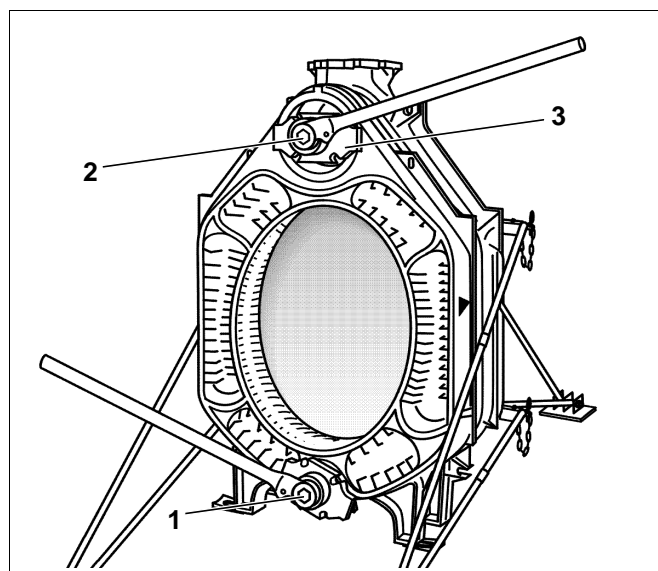

Fig. 16 Utilizzo degli strettoi di montaggio
Utilizzare gli strettoi di pressaggio grandezza 2.2 o 2.3, (fig. 1 risp. fig. 2) e fig. 16, pos. 1 e 2).
- Inserire le madreviti stringenti delle flange premanti (fig. 16, **pos. 3**) nei tiranti (fig. 1 risp. fig. 2, **pos. 4**).